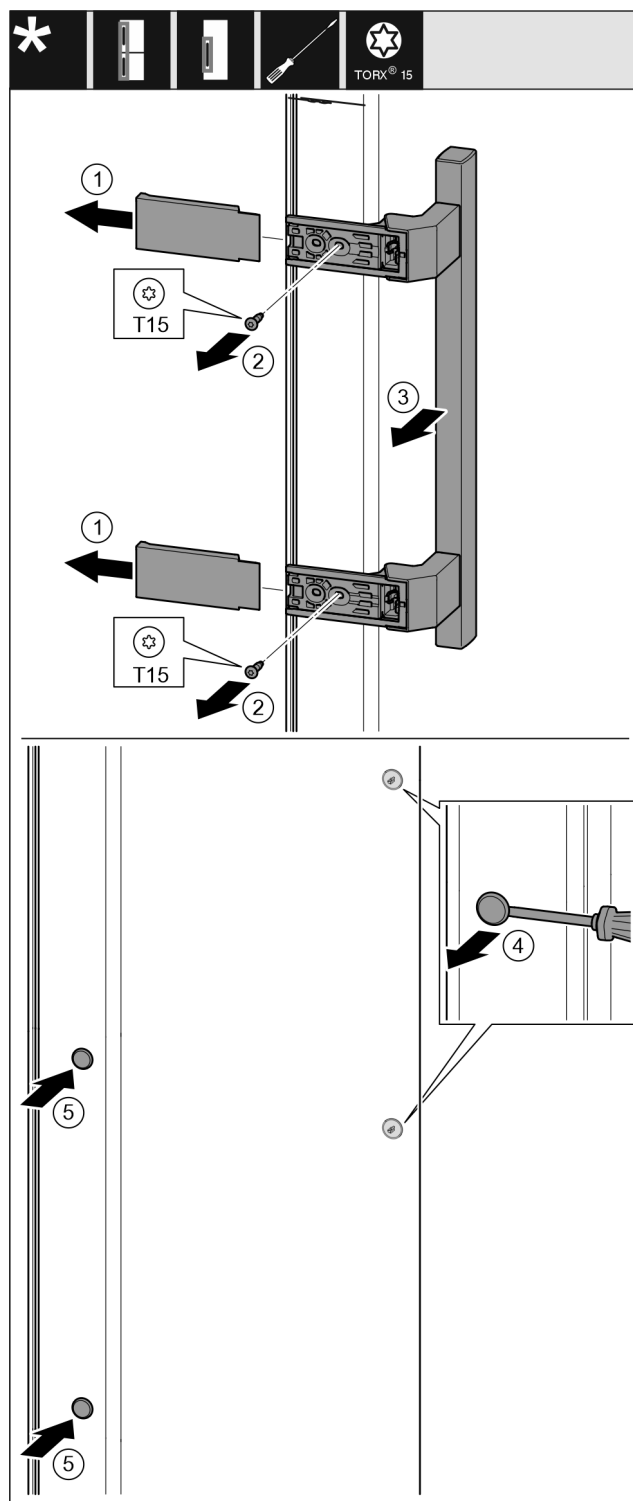

Fig. 19
- Noņemiet pārsegu. Fig. 19 (1)
- Izskrūvējiet skrūves ar skrūvgriezi Torx 15. Fig. 19 (2)
- Noņemiet rokturi. Fig. 19 (3)
- Paceliet uzmanīgi ar plakano skrūvgriezi un izvelciet ārā sānu aizbāzni. Fig. 19 (4)
- Ievietojiet atpakaļ aizbāzni otrajā pusē. Fig. 19 (5)